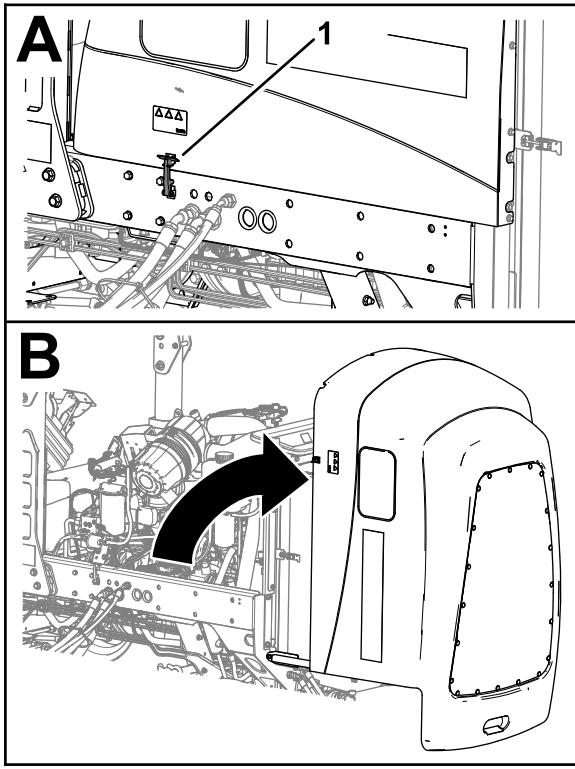

Bild 104
1. Öffnen Sie die beiden Motorhaubenriegel (Bild 104).
1. Lösen Sie die Gummiriegel der Abdeckung des Batteriefachs (Bild 104).